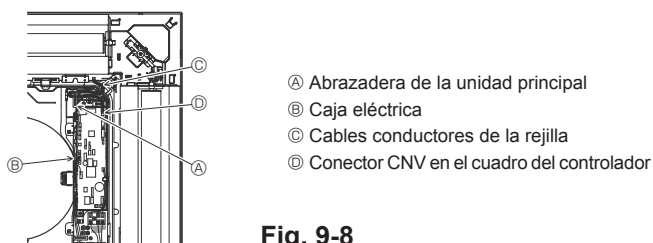

Fig. 9-8
9.4.4. Conexión de los cables (Fig. 9-8)